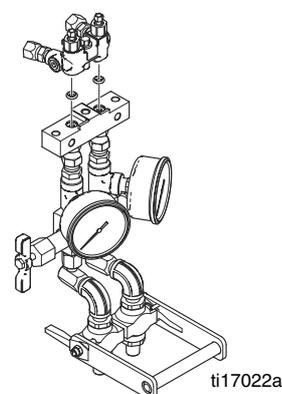

FIG. 19 : Kit 24J326
- b. Fixez les conduites de produit sur le collecteur de fluide (1) compris dans le kit 24J326 de calibrage. Consultez la FIG. 19.
- c. Placez les joints toriques (2) au bon endroit puis fixez le collecteur de fluide à la base (3) du kit de calibrage.